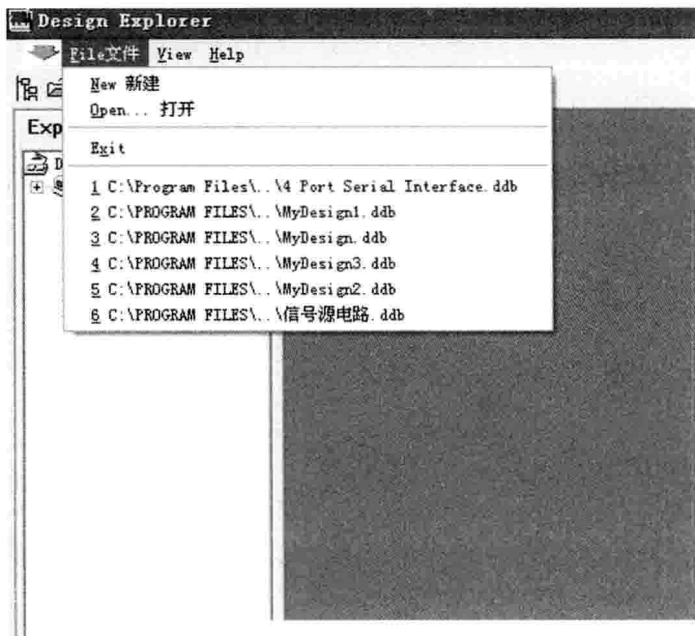

图 1-20 翻译后的菜单
(5) 单击 Close 按钮,关闭对话框,即可看到翻译后的菜单,如图 1-20 所示。